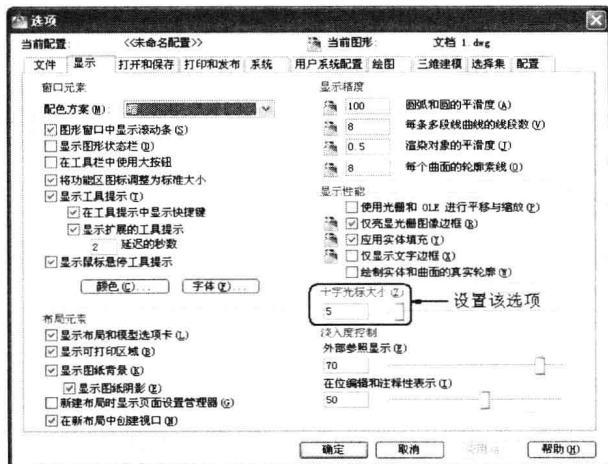

图 1-5 “选项”对话框中的“显示”选项卡
在菜单栏中选择“工具”→“选项”命令，弹出“选项”对话框。选择“显示”选项卡，在“十字光标大小”文本框中直接输入数值，或者拖动其后的滑块，即可对十字光标的大小进行调整，如图 1-5 所示。
(1) 在如图 1-5 所示的“显示”选项卡中, 单击“窗口元素”栏中的“颜色”按钮, 打开如图 1-6 所示的“图形窗口颜色”对话框。
(2) 单击“颜色”下拉列表框右侧的下拉按钮, 在打开的下拉列表框中选择需要的窗口颜色 (通常按视觉习惯选择白色), 然后单击“应用并关闭”按钮, 此时 AutoCAD 2012 的绘图窗口即会更改背景色。